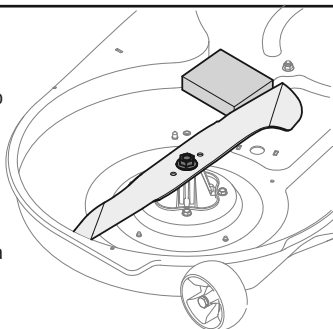

Figura 35
- Coloque un bloque de madera entre el deflector del alojamiento de la plataforma y la cuchilla de corte para que actúe como estabilizador. Consulte la Figura 35.
- Coloque un bloque de madera entre el deflector del alojamiento central de la plataforma y la cuchilla de corte, para que actúe como estabilizador. Consulte la Figura 35.
- Extraiga la tuerca de brida hexagonal que asegura la cuchilla al montaje de husillo. Consulte la Figura 35.